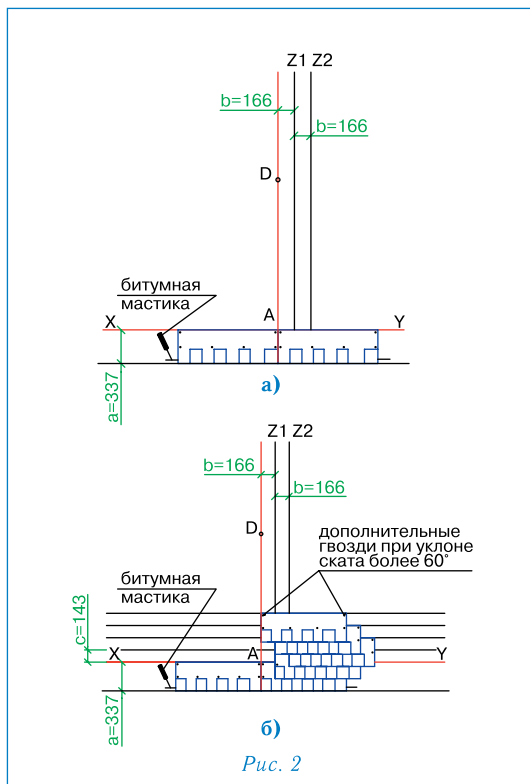

Рис. 2
Укладка материала (рис. 2)
- первый ряд черепицы укладывается от линии AD (рис. 2а);
- второй ряд укладывается от линии Z1 (со смещением 16,6 см от AD) (рис. 2б);
- третий ряд укладывается от линии Z2 (со смещением 16,6 см от Z1) (рис. 2б);
- четвертый ряд — от линии Z1 (рис. 2б);
- пятый ряд — от линии AD (рис. 2б);
Каждый лист черепицы ШЕРВУД крепится 4 гвоздями таким образом, чтобы гвоздь прошивал и верхний край низлежащего листа черепицы ШЕРВУД (рис. 2а, б). При укладке черепицы на скатах при уклоне больше 60° лист должен крепиться 6 гвоздями (2 дополнительных гвоздя фиксируют верхние углы листа на расстоянии от краев 2,5 см).